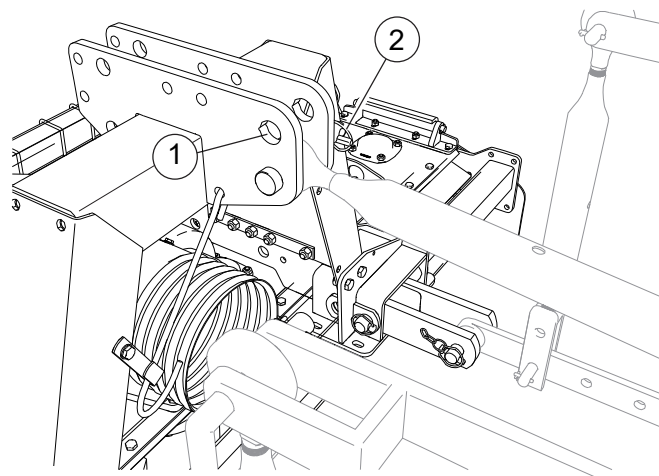

FIG. 23
- Dirigir el tirante del elevador hacia el enganche tripuntal ("Fig. 23"). Regular el tirante de modo que la máquina quede ubicada en el terreno. Insertar el perno de enganche (1). Fijar el perno con el pasador a broche (2) en dotación.